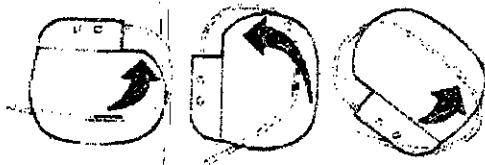

Figura 11. Al girar el marcapaso enrolle el cable en exceso y colóquelo debajo del estimulador.
**Precaución:** para impedir que el cable se tuerce, enrolle el cable en exceso debajo del estimulador, sin apretar demasiado y coloque el conjunto en una bolsa subcutánea (Figura 11).